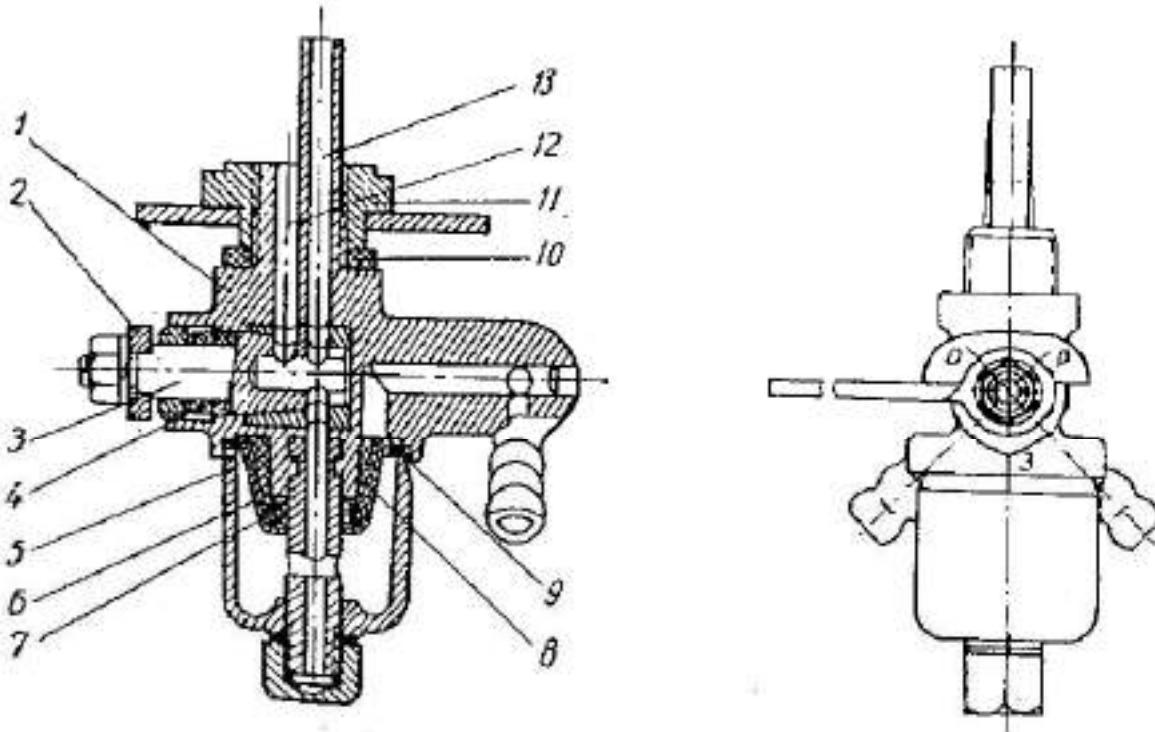
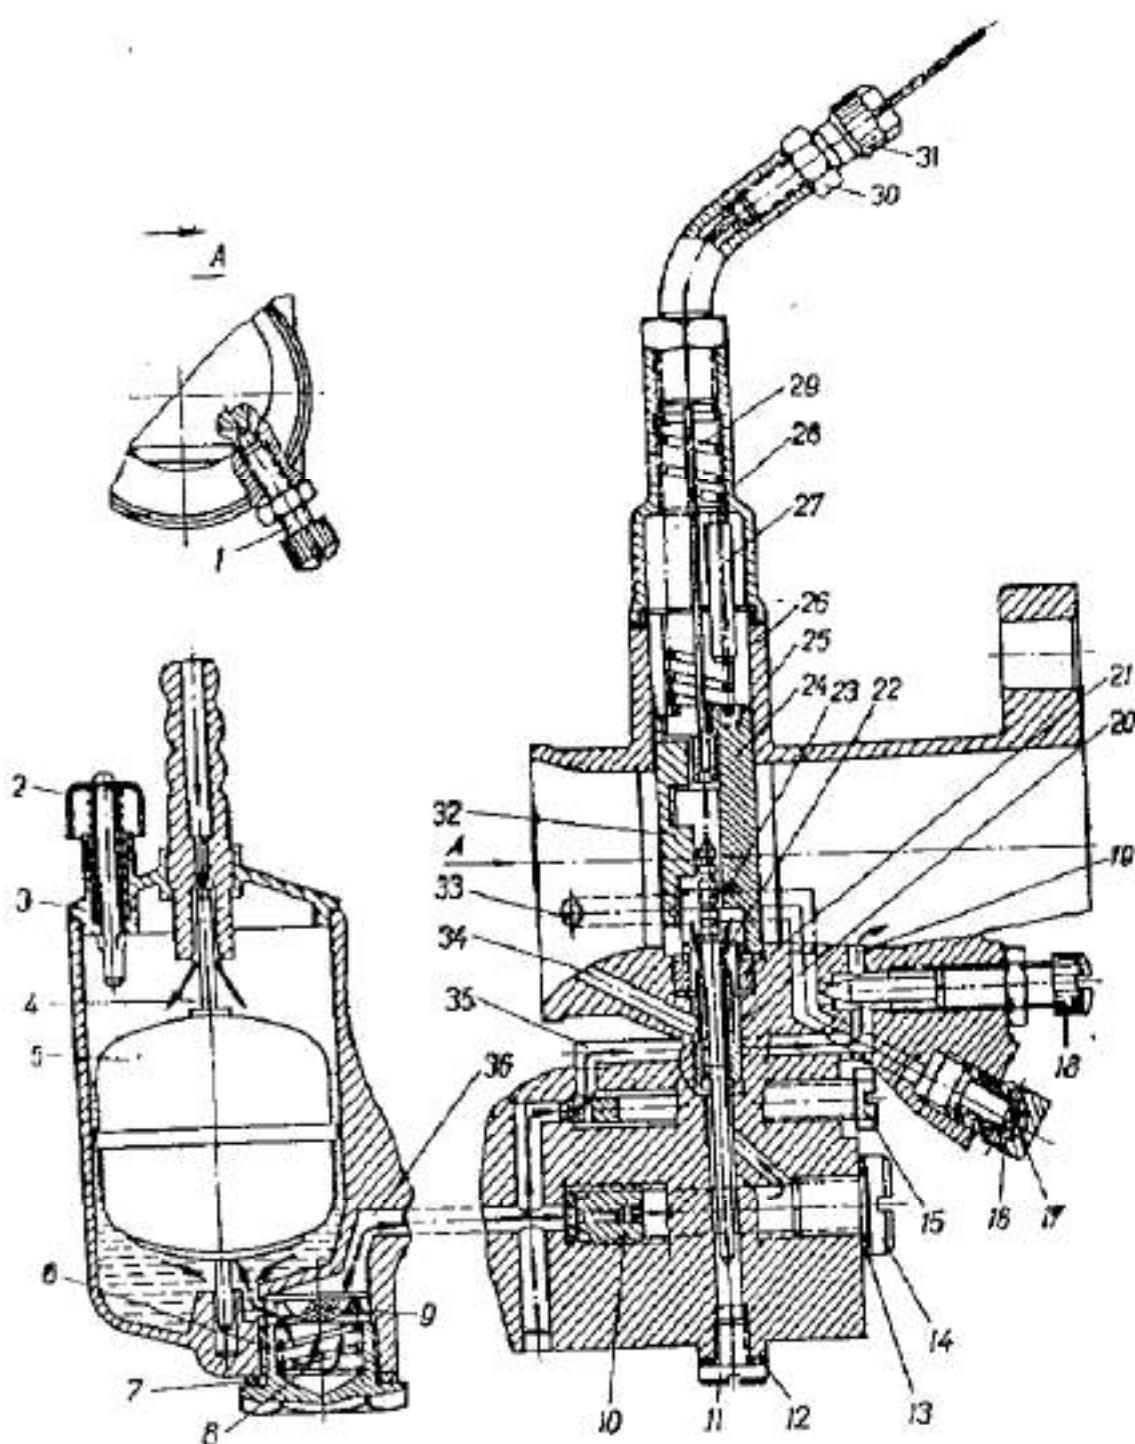

Рис. 5. Бензокранник:
Рис. 9. Карбюратор:
3. Открыть бензокранник (рис. 5) поставив его рукоятку в положение *O* — «открыто». Буквы на краннике обозначают: *Z* — кран закрыт; *O* — кран открыт; *P* — кран открыт на расходование резерва.
Для предохранения топливной системы от загрязнения в бензокранике имеется сечатый фильтр и отстойник 5 (рис. 5), а на пробку фильтра 6 (рис. 9) карбюратора надевается сечатый топливный фильтр 9.
При разборке карбюраторов нужно отвинтить пробку 14 (рис. 9), вывернуть главный жиклер 10 и продуть его воздухом. Отвинтить пробку 6, выпустить топливный фильтр 9 и промыть его. Для чистки жиклера ни в коем случае нельзя применять стальную проволоку, так как это может вызвать изменение его сечения, а следовательно и нарушение работы карбюратора.
отпустить контргайку, крепящую винт 1 (рис. 9), и ввернуть последний настолько, чтобы дроссель был приводят и двигатель давал повышенные обороты;